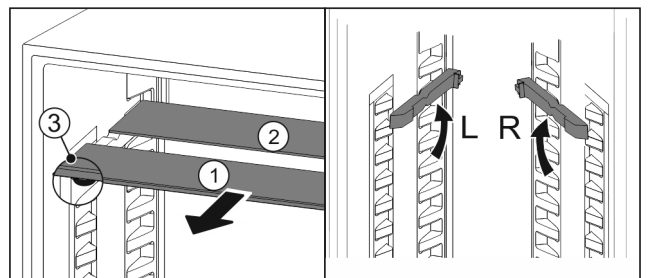

Fig. 69
- ▶ estrarre i ripiani di vetro singolarmente tirando in avanti Fig. 69 [L].
- ▷ Il piano in vetro Fig. 69 (1) con il motivo ornamentale è nella parte anteriore.
- ▷ I fermi Fig. 69 (3) sono rivolti verso il basso.